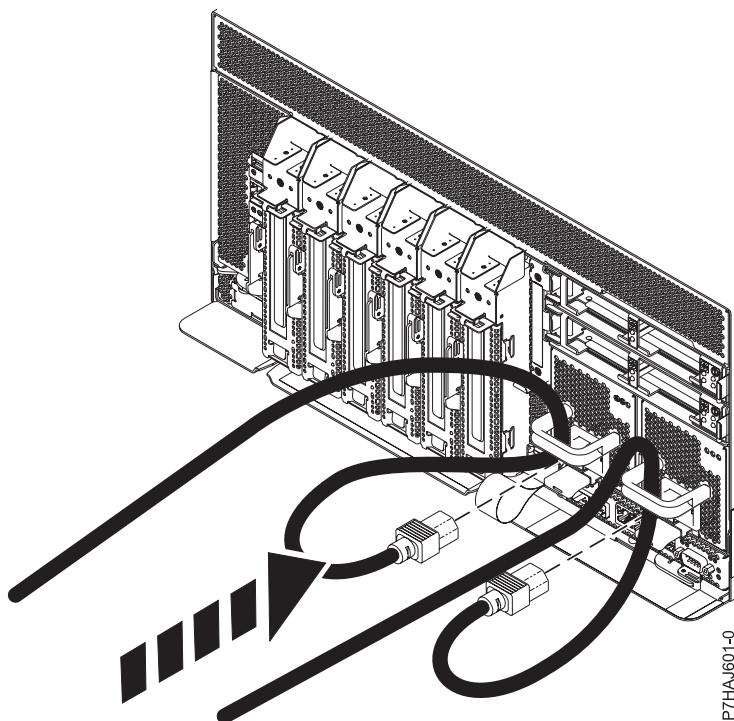

Figura 61. Connexió dels cables d'alimentació
2. Torneu a connectar el cable d'alimentació a la unitat del sistema, com es mostra a Figura 61 a la pàgina 124. Assegureu-vos que els cables passin per les nanses.